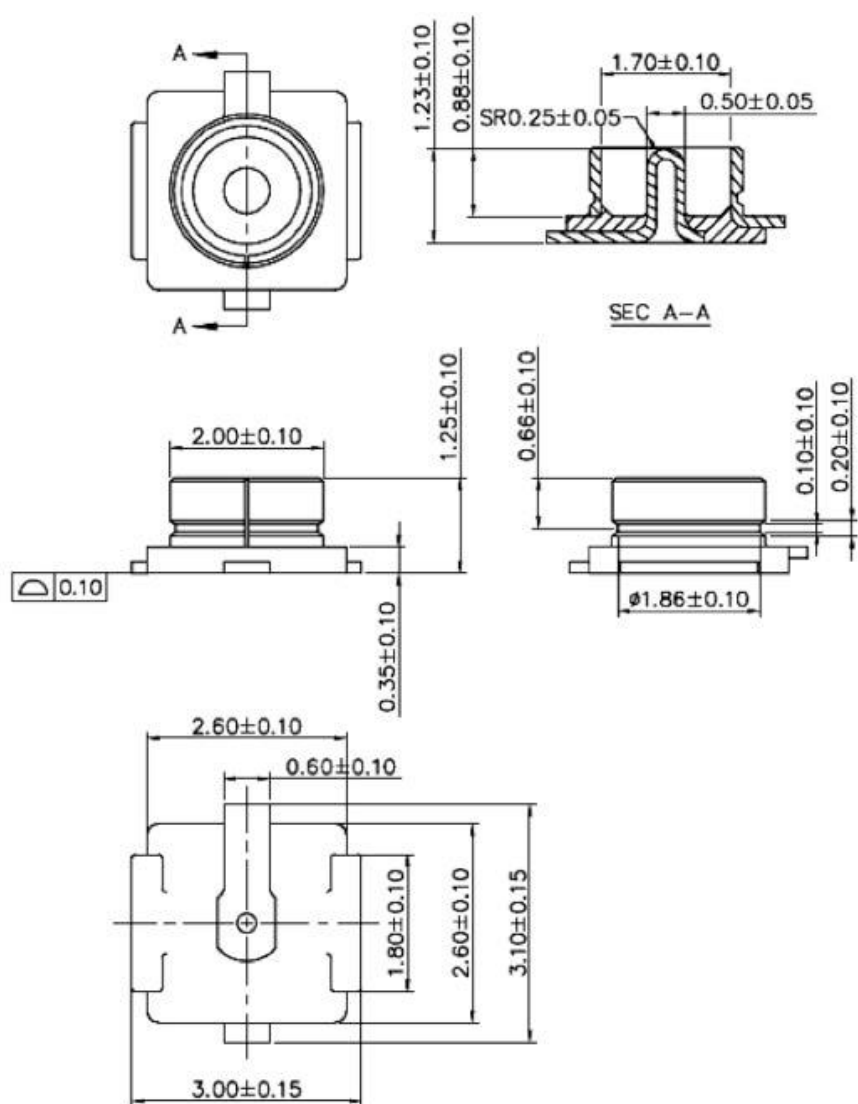

图 10 外接天线连接器尺寸图
- 请根据回流焊曲线图进行 SMT 贴片，峰值温度 245℃，回流焊温度曲线如 5.5 节图 10 所示；